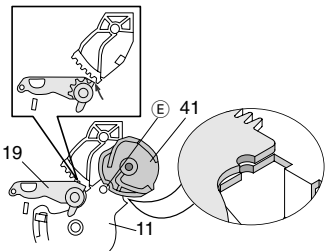
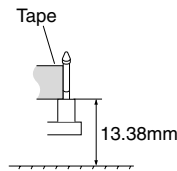

Fig. 23
Fig. 24
- Reversehebel (Pos. 19) gemäß Fig. 23 einsetzen und mit der Höhenjustagemutter (Pos. 214) auf 13,38mm (Fig. 24) einstellen.
- Laufwerksbetriebsart ausgefädelt prüfen: die halbrunde Nut des Andruckrollen-Steuerhebels (Pos. 11) muß sich über der des Laufwerkträgers befinden (Fig. 23). Laufwerksbetriebsart gegebenenfalls korrigieren z.B. durch Drehen des Lademotornähmers (Pos. 47, Fig. 4) mit Hilfe eines Schraubendrehers.
- Andruckrollen-Kurvenrad (Pos. 41, Fig. 23) so einsetzen, daß sich dessen Rundung über der runden Vertiefung des Andruckrollen-Steuerhebels (E) (Pos. 11) befindet.